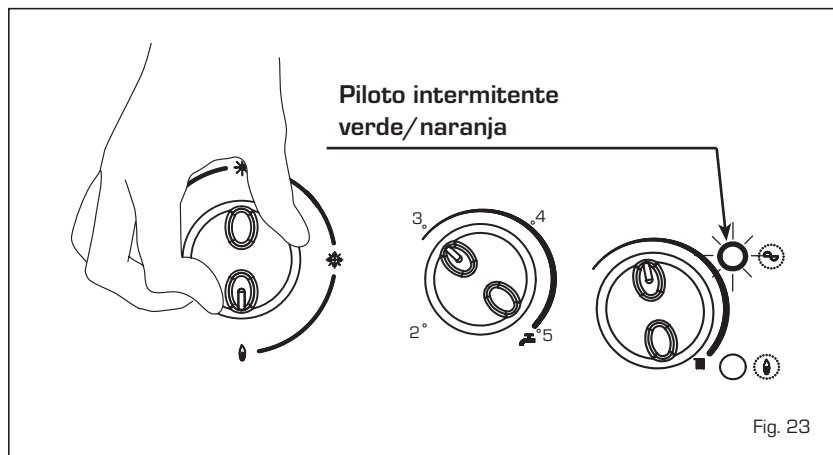

Fig. 23
4.11 FUNCIÓN DESHOLLINADO (fig. 23)